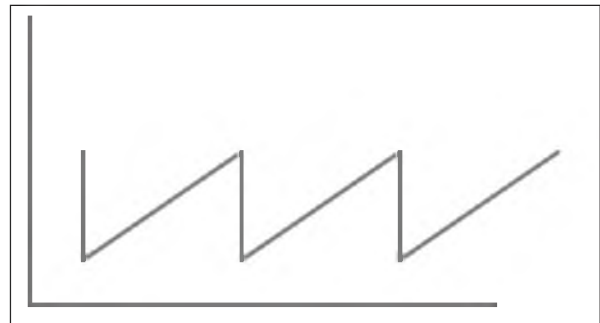

Рисунок 1. Подача на лазер пилообразного сигнала
- На лазер подается пилообразный токовый сигнал. Это точная настройка длины волны (рисунок 1).